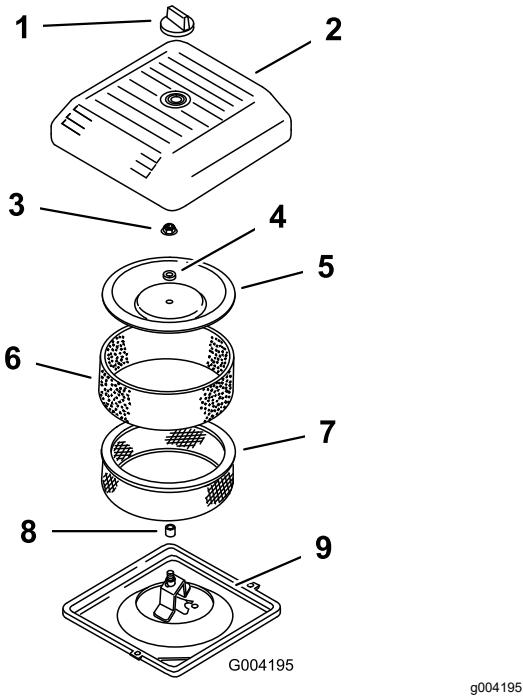

Рисунок 158
1. Осторожно наденьте фильтр предварительной очистки из вспененного материала на бумажный элемент (Рисунок 158).